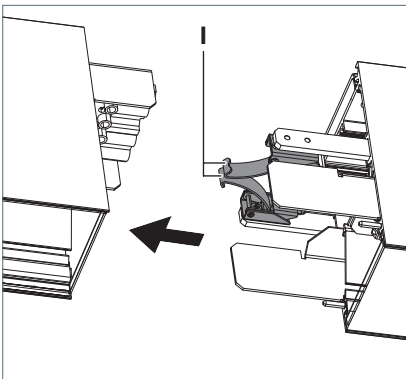

Fig. 23: Leuchten zusammenstecken.
- ▶ Drücken Sie die Bügel **I** aneinander, siehe Fig. 23.